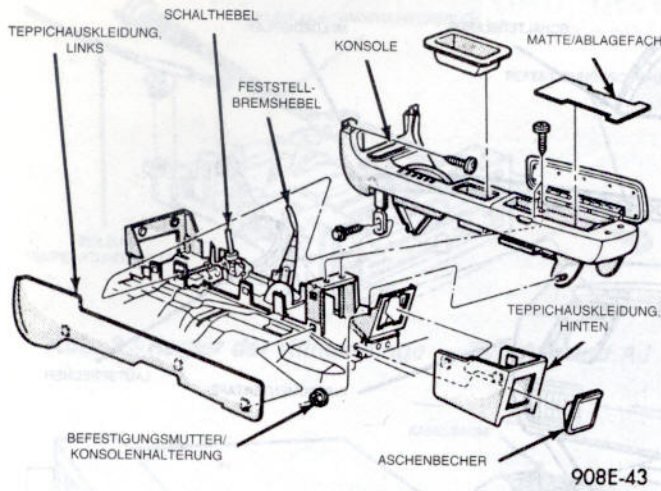

Abb. 7 – Mittelkonsole
- (1) Mittlere Blende der Instrumententafel abbauen.
- (2) Untere Lenksäulenabdeckung abbauen.
- (3) Bei Fahrzeugen vom Typ AJ das Dämmelement unter dem linken Teil der Instrumententafel abbauen.
- (4) Abdeckung des Feststellbremshebels von der Konsole abbauen.
- (5) Blende der Konsolenschalter, hinteren Aschenbecher oder Leuchte ausbauen.
- (6) Teppichauskleidungen links und rechts der Konsole abbauen (Abb. 7).
- (7) Bei Fahrzeugen mit A.T.X.- oder M.T.X.-Schaltung Schalthebelknopf ausbauen.
- (8) Die beiden Schrauben, mit denen die Konsolenblende an der Instrumententafel befestigt ist, sowie die beiden Schrauben unter der Matte im Ablagefach lösen.